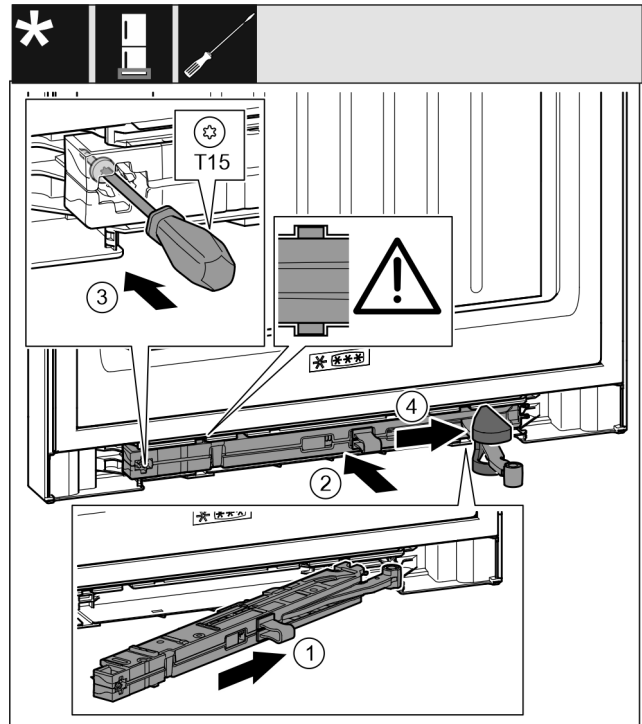

Fig. 52
- Côté support de palier, pousser l'unité d'amortissement de fermeture Fig. 52 (1) jusqu'en butée de biais dans l'évidement.
- Pousser complètement l'unité d'amortissement de fermeture Fig. 52 (2) dans l'évidement.
- Serrer la vis Fig. 52 (3) avec un tournevis.
- Pousser le cache Fig. 52 (4) sur la jointure.